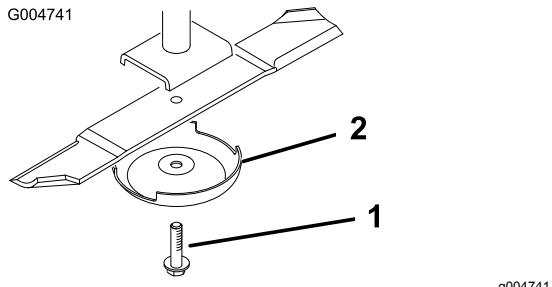

Figura 112
- Sujete el extremo de la cuchilla usando un paño o un guante grueso. Retire del eje de la cuchilla el perno de la cuchilla, el protector de césped y la cuchilla (Figura 112).